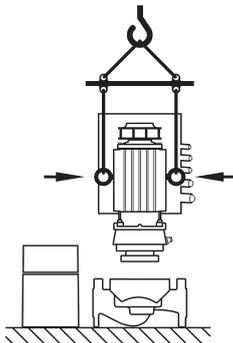

Fig. 9: Trasporto del motore
- Se necessario, ad es. in caso di riparazioni, gli occhioni di trasporto possono essere spostati dalla flangia al corpo del motore (vedi ad es. fig. 9). Prima di montare gli occhioni di trasporto sul corpo del motore, svitare e rimuovere i distanziatori dalle aperture per gli occhioni (fig. 7, pos. 20b) (vedi capitolo 10.2.1 "Sostituzione della tenuta meccanica" a pagina 116).
- Se gli occhioni di trasporto vengono spostati o sono stati spostati dalla flangia motore e montati sul corpo del motore, è ammesso utilizzarli solo per sollevare e trasportare il set di innesto (fig. 9), ma non per il trasporto dell'intera pompa, nonché non per separare il set di innesto dal corpo pompa.